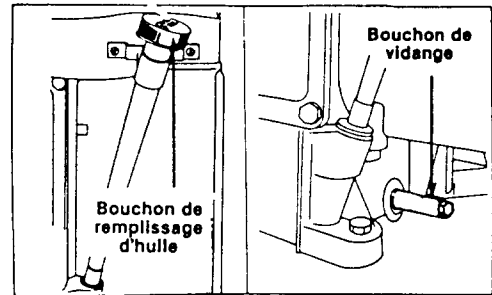

FIGURE 15
Après les cinq premières heures d'utilisation d'un moteur neuf, vidangez l'huile du carter (figure 15), le moteur étant chaud et remplissez le carter d'huile fraîche. Par la suite, changez l'huile toutes les 25 heures d'utilisation. Vous obtiendrez ainsi une usure
1. Le tracteur étant placé sur un terrain de niveau placez un récipient métallique approprié sous le bouchon de vidange d'huile, puis retirez le bouchon de vidange. Voir figure 15.